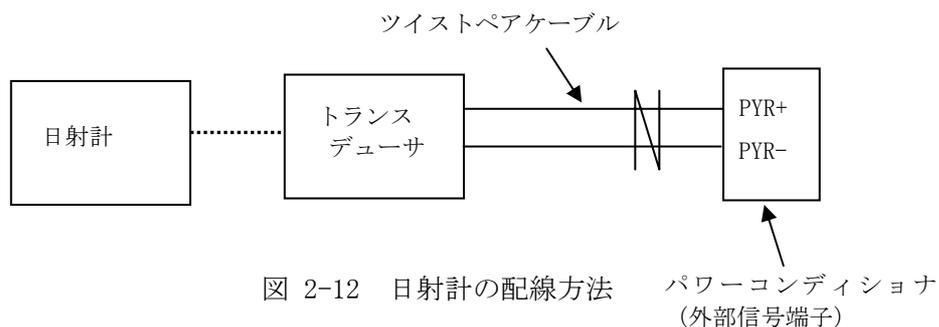

図 2-12 日射計の配線方法
①日射計の配線
- 日射計の信号を信号変換器(トランスデューサ)により信号変換したアナログ信号(DC4 ~ 20mA)配線をパワーコンディショナの外部信号端子台(TB3-2)のPYR+、PYR-に接続してください(図2-12参照)。